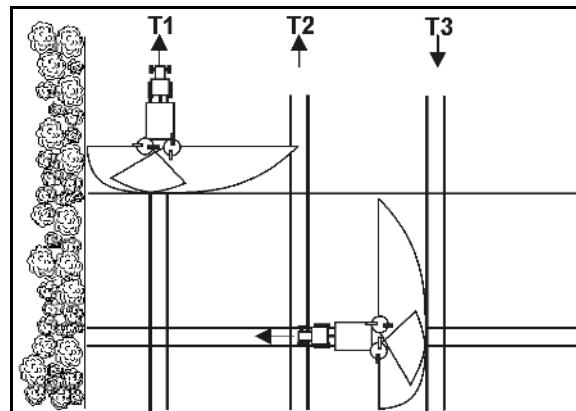

図 92
残留分を排出するために、ZA-Xには2個の排出用キャップ（図92/1）が備わっています。
2. ナット（図92/2）を外します。